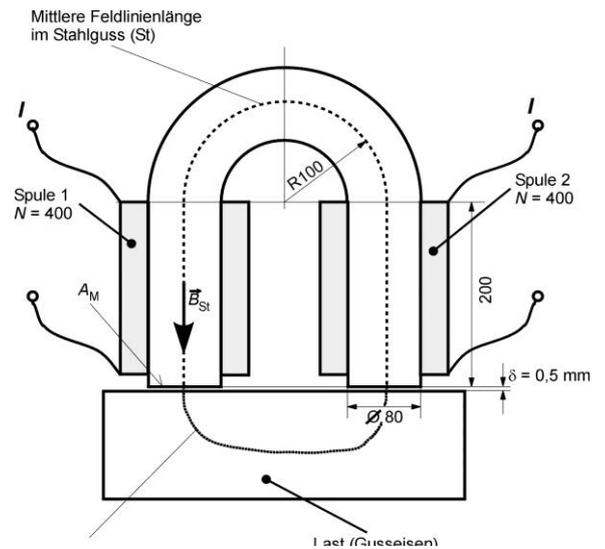

Abbildung 1: Abmessungen eines Hubmagneten
- 2) Zeichnen Sie Stromrichtungen in Abbildung 1 in den beiden Spulen ein, so dass sich die eingezeichnete Richtung des magnetischen Feldes  $B_{St}$  ergibt.